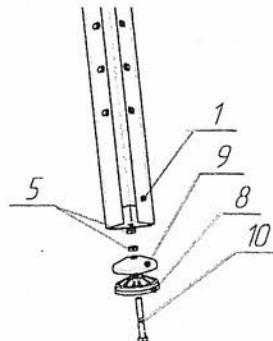

Рис. 2
4.3. Произвести сборку опорных ножек (рис. 2). На длинный болт поз.10 надеть вкладыш поз. 8, шайбу поз. 9 и затянуть одной гайкой поз. 5. Поставить собранный каркас вертикально, ввернуть ножку в подпятник стойки поз. 1, отрегулировать горизонтальность полок стеллажа вращением ножки, зафиксировать соединение второй гайкой поз. 5.